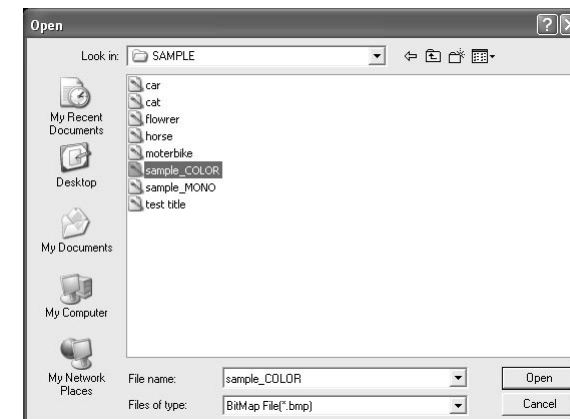

Abb.10 Dateiauswahl-Dialogfeld
- 3** Wenn Sie auf die Schaltfläche "Open File" klicken, erscheint das in Abb.10 gezeigte Dateiauswahl-Dialogfeld. Wählen Sie die zu übertragende Bilddatei (BMP, JPG oder JPEG) aus, und klicken Sie auf "OK".